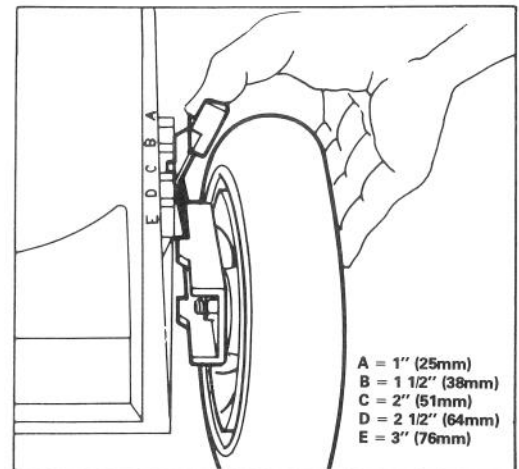

Figure 10
Cinq lettres moulées dans le carter représentent chaque augmentation progressive (Fig. 10).
2. Pour faire le réglage plus facilement, soulevez le carter de façon à ce que la roue ne touche pas le sol. Serrez le levier de réglage vers la roue et déplacez à l'ajustement désiré (Fig. 10). Assurez-vous que la cheville du levier de réglage s'engage dans l'encoche du carter. Réglez toutes les roues à la même hauteur.